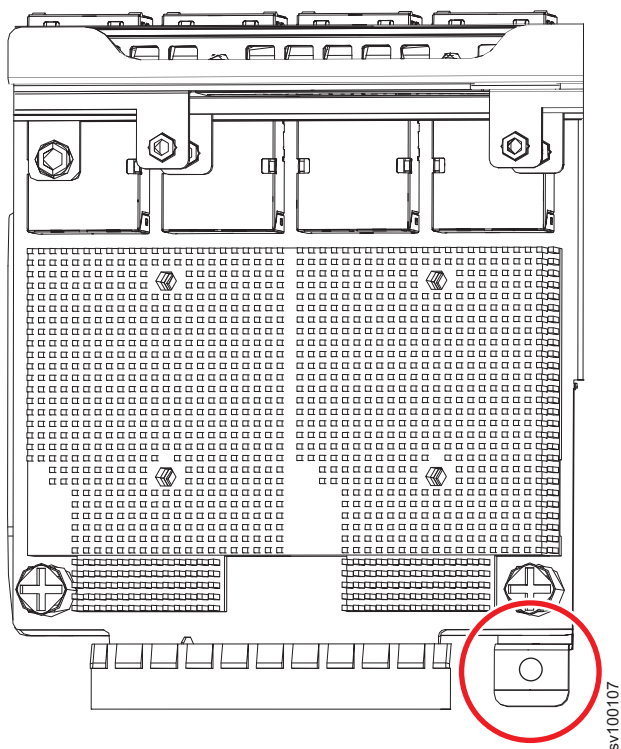

図 214. 2145-SV1 イーサネット・シャーシ上のねじの位置
13. ねじ (277 ページの図 214 を参照) を元の場所に返し、イーサネット・エッジ・ボードをシャーシに固定します。